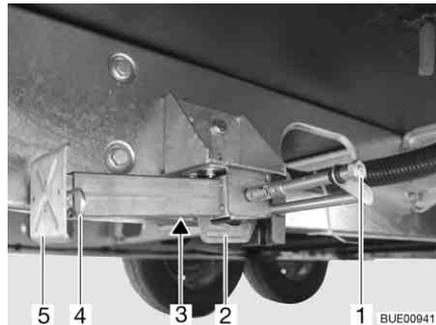

Fig. 52 Piedino di stazionamento
- Inserire la chiave a tubo nell'esagonale (Fig. 52,1) e ruotare fino a quando il piedino di stazionamento non si trova in posizione verticale verso il basso.
- Se la lunghezza del piedino di stazionamento è regolabile, sfilare la copiglia (Fig. 52,4) dal piede del prolungamento (Fig. 52,5).
- Inserire la chiave a tubo nell'esagonale (Fig. 52,1) e ruotare fino a quando il piedino di stazionamento non si stacca dal terreno.
- Spingere completamente all'interno il prolungamento dell'estremità del piedino (Fig. 52,5) e inserire la copiglia (Fig. 52,4) nel foro apposito.
- Girare sull'esagonale (Fig. 52,1), finché il piedino di stazionamento è orientato verso l'alto e la guida (Fig. 52,2) si trova proprio alla fine della scanalatura (Fig. 52,3).